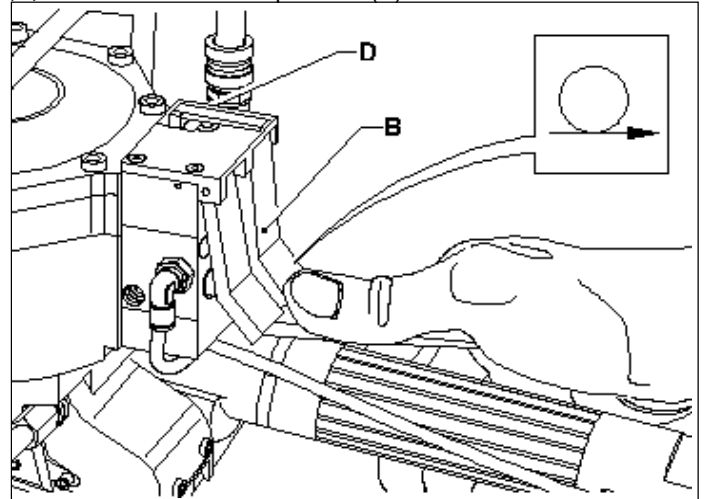

FIG. 5
- Premere e rilasciare subito la levetta (B) per tendere la reggia che si tenderà automaticamente fino a termine corsa (fig.5).
- Press and immediately release lever (B) for strap stretching, which will automatically stretch until the end of the stroke (fig. 5).
- Enfoncez et relâchez aussitôt le levier (B) pour tendre le feuillard qui se tendra automatiquement jusqu'à fin de course (fig.5).